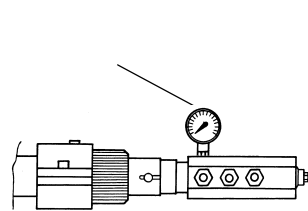

Fig. 3
- Cambiar el filtro cuando Δp entre las tomas de presión 1 y 3 sea > 10 mbar (Fig. 3).
- Cambiar el filtro cuando Δp entre las tomas de presión 1 y 3 (Fig. 3) sea dos veces mayor que el valor registrado durante el último control.